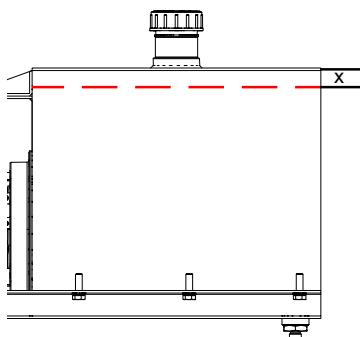

Abb. 143
5. Tankinhalt überprüfen. Das Ölstand muss ca. 2,5cm (Abb.143/x) unter der Tankhöhe liegen. Gegebenenfalls Hydrauliköl nachfüllen und den Hydrauliköl tank wieder mit dem Deckel verschließen.